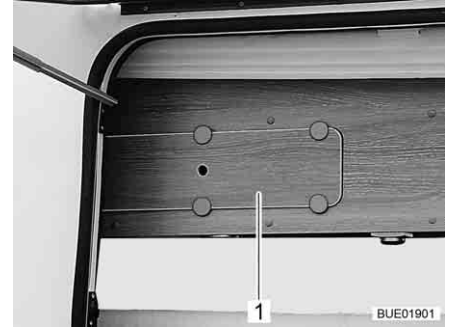

Bild 181 Skydd på hängskåpet
- Tag bort plattan (Bild 181,1).